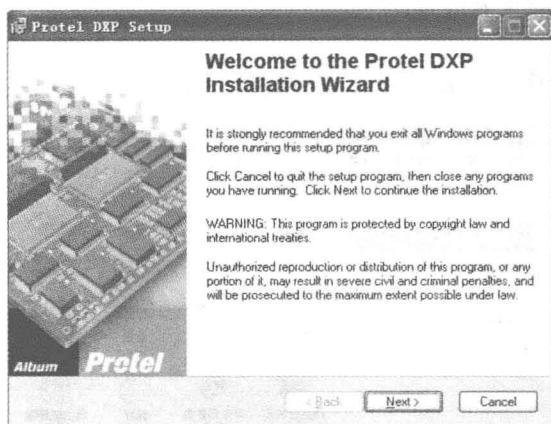

图 1-4 Protel DXP 安装向导窗口
2) 将 Protel DXP 安装光盘放入 CD-ROM 驱动器,等光盘运行后,打开光盘目录,然后双击“setup.exe”安装应用程序图标,这时会出现如图 1-4 所示的 Protel DXP 安装向导窗口。
6) 解压缩完成后将弹出安装向导欢迎窗口, 如图 1-4 所示。以下的安装过程与正式版基本一样, 这里不再重述。